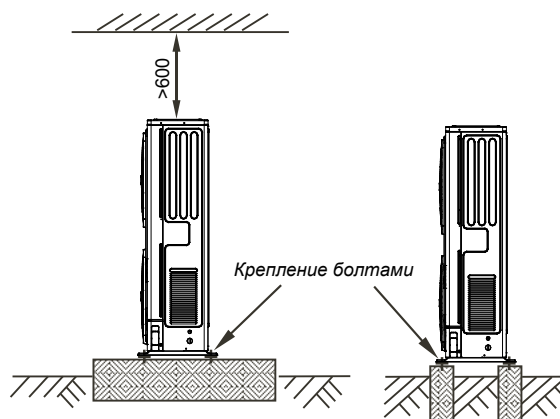

Рис.3-5
- Подготовьте бетонный фундамент в соответствии с техническими характеристиками наружных блоков (см. рис. 3-5).
- Надежно закрепите ножки блока болтами, чтобы предотвратить его падение в случае землетрясения или сильного порыва ветра (см. рис. 3-5).